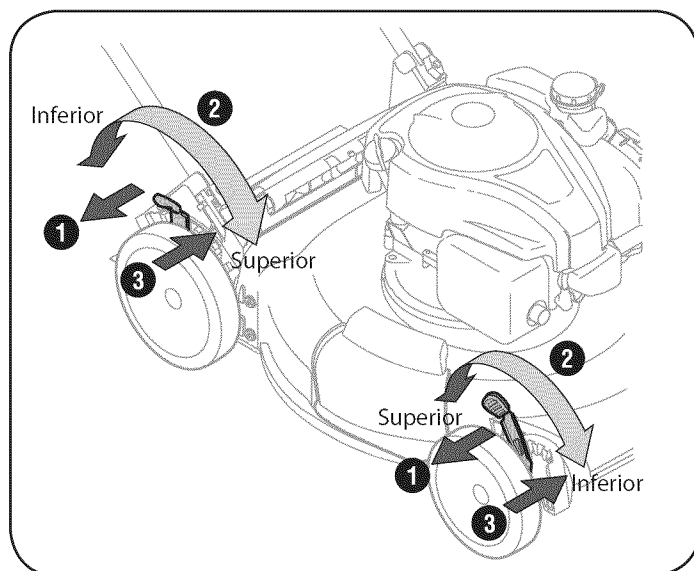

Figura 8
2. Muévela a cualquier de las posiciones para la altura de corte deseado. Vea la Figura 8.